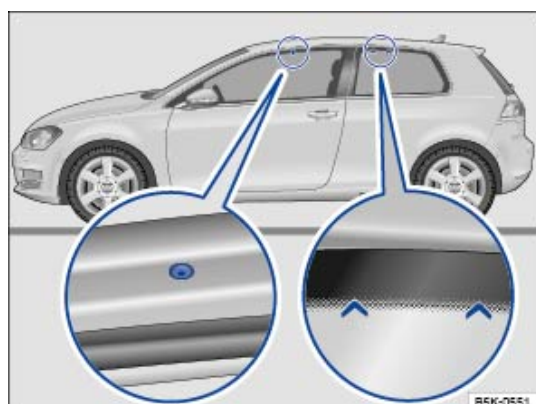
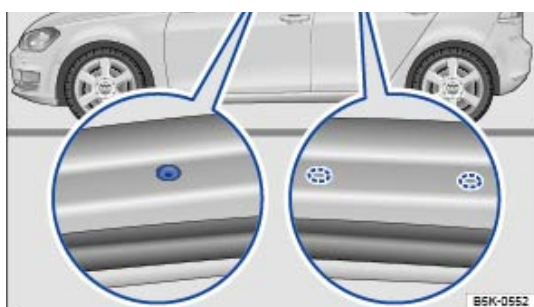

Fig. 107 Points de fixation des supports de base sur les véhicules à 2 portes
Fig. 108 Points de fixation des supports de base sur les véhicules à 4 portes
Les alésages de fixation du support de base avant se trouvent sur les faces inférieures des renforts de pavillon et sont obturés par des vis en plastique → Fig. 107 (agrandissement de gauche) qui doivent être dévissées avant le montage.
Les repères de fixation du support de base arrière se trouvent en haut des glaces latérales arrière → Fig. 107 (agrandissement droit).
Les alésages de fixation du support de base avant se trouvent sur les faces inférieures des renforts de pavillon et sont obturés par des vis en plastique → Fig. 108 (agrandissement de gauche) qui doivent être dévissées avant le montage.
Les repères de fixation du support de base arrière se trouvent sur le dessous des renforts de pavillon → Fig. 108 (agrandissement droit).
- Fixez les supports de base uniquement aux alésages et repères indiqués sur la figure → Fig. 107 ou → Fig. 108.